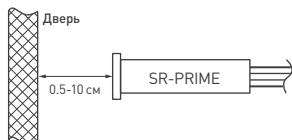

Рисунок 2. Установка датчика SR-PRIME DOOR
- Датчик DOOR должен быть смонтирован так, чтобы дверь в закрытом положении находилась на расстоянии 0.5–10 см от лицевой стороны датчика (рис. 2). Свет будет включаться при открывании двери и выключаться при ее закрывании. Для лучшего отражения ИК-сигнала от черных поверхностей наклейте на дверь небольшой отражающий элемент.